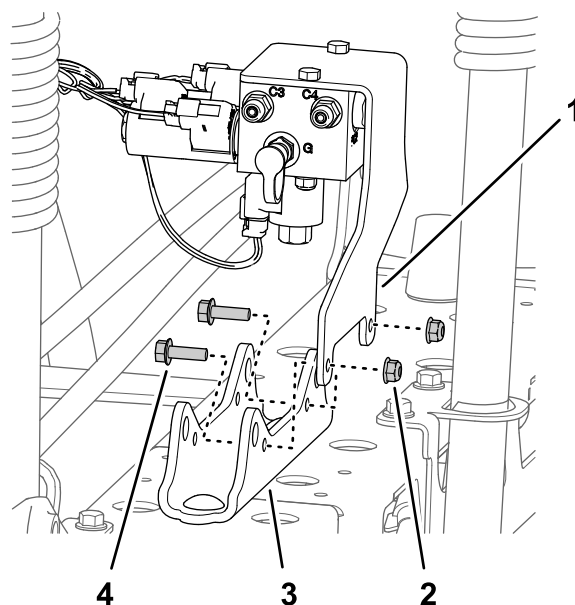

Рисунок 41
- Для машин без дополнительного комплекта ультразвукового выравнивания стрелы: удалите 2 фланцевые контргайки (5/16 дюйма) и 2 болта с фланцевыми головками (5/16 x 1 дюйм), которые крепят опорный кронштейн коллектора подъема секции к креплению цилиндра, и отделите коллектор и кронштейн от крепления цилиндра (Рисунок 41).